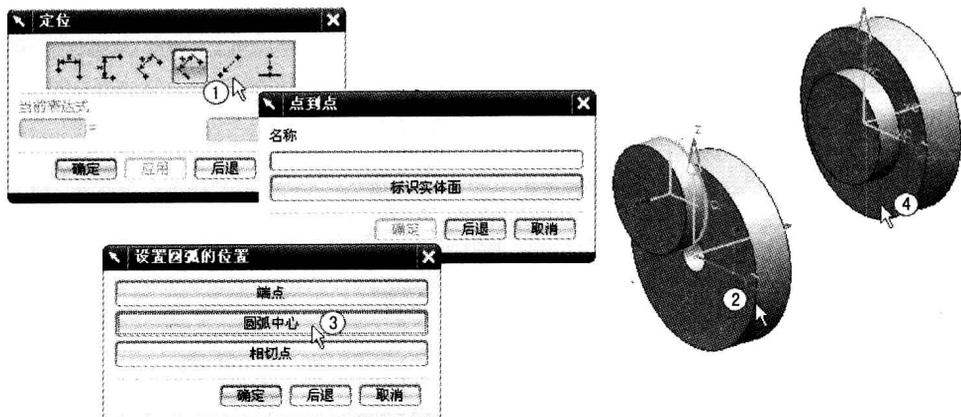

图 1-11 定位凸台 1
(2) 定位凸台 1。在“定位”对话框单击“点到点”图标按钮，如图 1-11 中①所示。系统弹出“点到点”对话框，选择如图 1-11 中②所示的圆弧边线，系统弹出“设置圆弧的位置”对话框，选择“圆弧中心”，如图 1-11 中③所示。结果如图 1-11 中④所示。